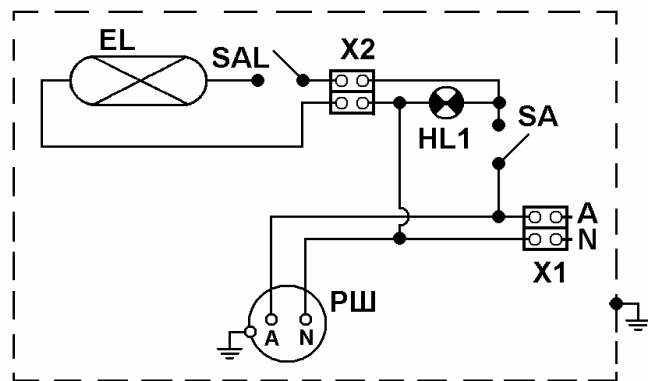

Рис.4
7.5 Схема электрическая принципиальная приведена на рис.4.